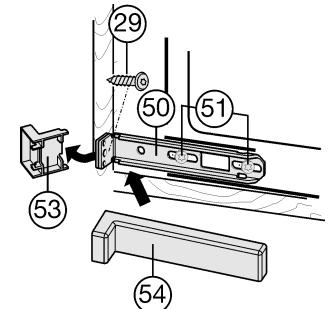

Fig. 17
- ▶ Schroeven Fig. 17 (51) iets losdraaien.
- ▶ Onderstebevestigingshoek Fig. 17 (50) met spaanderplaatschroef Fig. 17 (29) Ø4x19 aan de meubelwand vastdraaien.
- ▶ Het uitstekende uiteinde van de afdekking Fig. 17 (53) afbreken. Dit is niet meer nodig.
- ▶ Schroeven Fig. 17 (51) aandraaien.
- ▶ Afdekking Fig. 17 (54) op de onderste bevestigingshoek Fig. 17 (50) plaatsen.